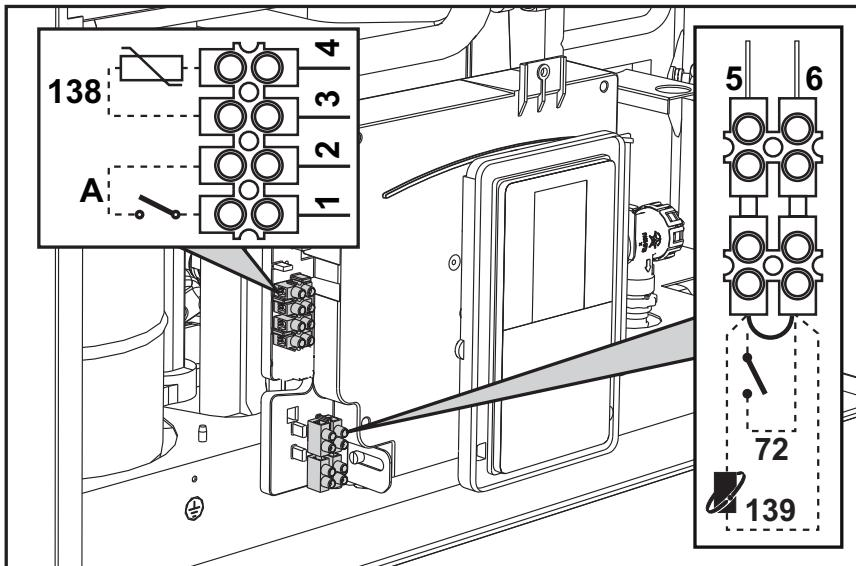

fig. 28
Dopo aver tolto il pannello frontale (sez. "Apertura del pannello frontale" a pag. 41) è possibile accedere alle morsettiera (M) e al fusibile (F) seguendo le indicazioni descritte di seguito. **I morsetti indicati nella fig. 28 devono essere a contatti puliti (non 230V).** La disposizione dei morsetti per i diversi allacciamenti è riportata anche nello schema elettrico alla fig. 51.
Configurazione Interruttore ON/OFF (A fig. 28)**Tabella 4 - Settaggi interruttore A**